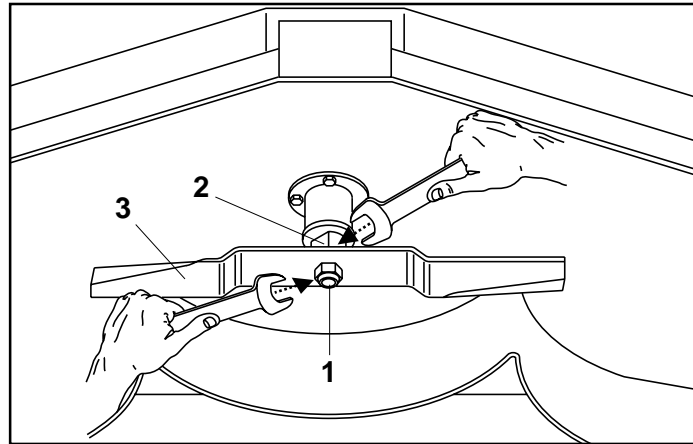

Fig. 22
- Con le due chiavi una posizionata sul perno centrale (2 Fig. 22) e una posizionata sul dado centrale (1 Fig. 22) bloccalama, svitare il dado centrale e sostituire la lama facendo attenzione a mantenere la stessa posizione della lama precedente.
Ogni sostituzione di lama, sostituire **sempre** anche il dado centrale di fissaggio delle lame (1 Fig. 22), con un dado nuovo e la relativa rondella.
- Using the two wrenches, one on the central pin (2 Fig. 22) and one on the central blade-locking nut (1 Fig. 22), unscrew this latter and replace the blade, taking care to keep the new blade in the same position as the old one.
Even when only one blade needs replacing, all the other ones must also be changed in order to prevent unbalances which could impair the stability of the machine itself. Whenever a blade is changed, **always** replace the central blade locking nut (1 Fig. 22), inserting a new nut and washer in its place.
- Mit den zwei Schlüsseln, einen am zentralen Bolzen (2 Abb. 22) und einen an der zentralen Mutter (1 Abb. 22), die das Messer blockiert, die zentrale Mutter losschrauben und das Messer ersetzen, indem man darauf achtet, es in der gleichen Position des vorherigen Messers zu halten.
Wenn man auch nur ein Messer ersetzen muß, ist es erforderlich, gleichzeitig auch alle anderen Messer zu ersetzen, weil es sonst zur Unwucht kommen könnte, die sich negativ auf die Maschine selbst auswirken könnte. Bei jeder Ersetzung eines Messer muß immer auch die zentrale Mutter zur Befestigung der Messer (1 Abb. 22) durch eine neue Mutter und dazugehörige Unterlegscheibe ersetzt werden.
- Avec une clé placée sur l'axe central (2 Fig. 22) et l'autre sur l'écrou central (1 Fig. 22) serre-lame, dévissez l'écrou central et remplacez la lame en faisant attention à maintenir la même position de la lame précédente.
A chaque remplacement de lame, **changez toujours** l'écrou central de fixation des lames (1 Fig. 22), avec un écrou neuf et la rondelle correspondante.
- Con las dos llaves, una posicionada en el perno central (2 Fig. 22) y la otra en la tuerca central (1 Fig. 22) del bloqueo cuchilla, desenroscar la tuerca central y cambiar la cuchilla prestando atención de mantener la misma posición de la cuchilla precedente.
En cada cambio de cuchilla cambiar **siempre** también la tuerca central de fijación de las cuchillas (1 Fig. 22) con una nueva y también la relativa arandela.